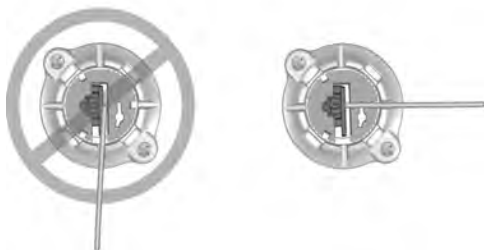

Figure 23. Placer la sonde DBS dans la fente de sortie de sonde
11. Replier délicatement la sonde DBS au-dessus et la positionner dans l'une des quatre fentes de sortie de sonde dans la base du couvercle du trou de trépan (Figure 23).